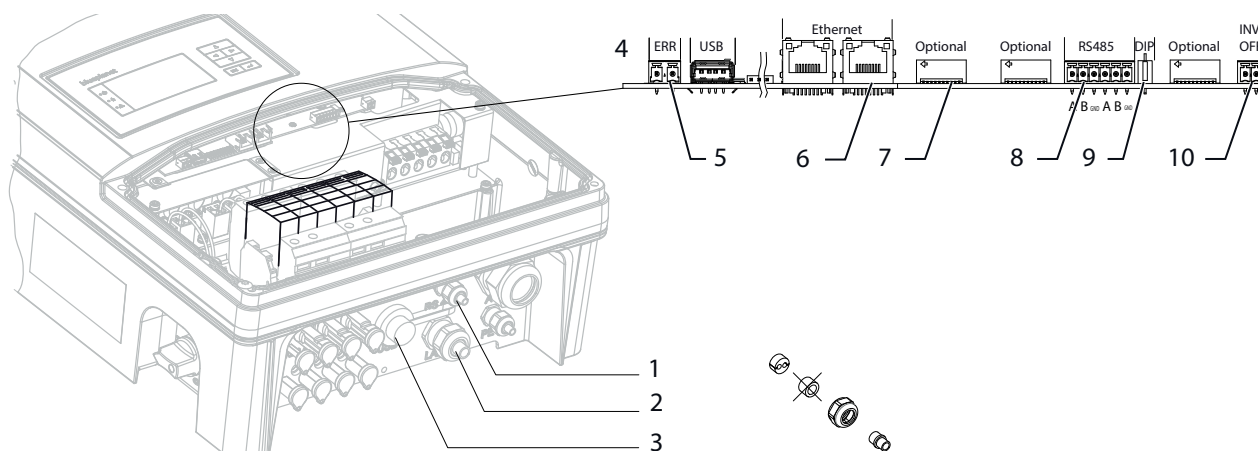

Bild 22: Anschlussbereich: Anschluss und Belegung der Schnittstellen
Alle Schnittstellen befinden sich auf der Anschlussplatine hinter dem Deckel für den Anschlussbereich. Verwenden Sie die vorgesehenen Kabelverschraubungen und Steckverbindungen (siehe Bild 22 auf Seite 24).
1. Deckel der Kabelverschraubung lösen und abnehmen (siehe Bild 22 auf Seite 24).
- ↻ Beim Anschluss von DATA+ und DATA- die Adernpaarung beachten (siehe Bild 22 auf Seite 24).
- 1. Anschlusskabel an die vorgesehenen Anschlussklemmen anschließen (Bild 22).
- ☞ Abschlusswiderstand nur an der Kommunikationsplatine des Endgerätes über den DIP-Schalter aktivieren. (Siehe Bild 22 auf Seite 24)